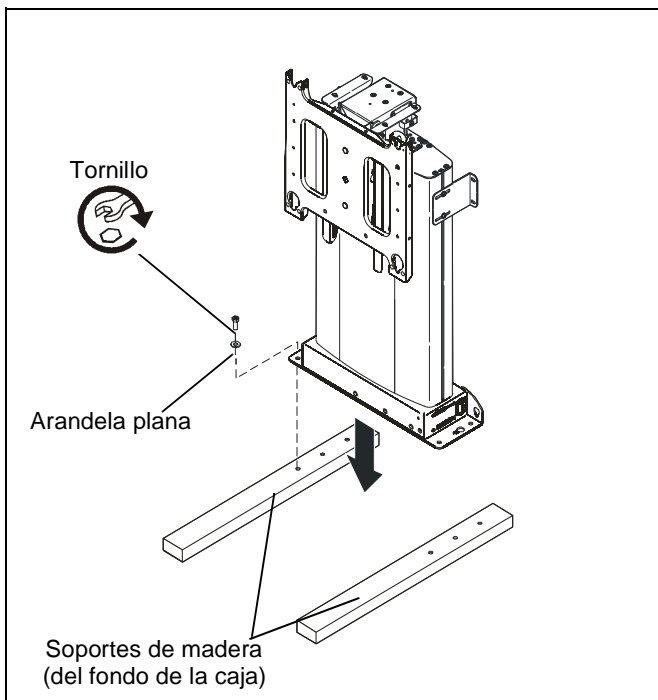

Figura 1
3. Coloque los dos soportes de madera en el piso y fije el CM2 a los soportes utilizando cuatro arandelas planas de 5/16" y cuatro tornillos de 5/16" de 2 1/2" de largo (incluidos en la caja). (Consulte la Figura 1)